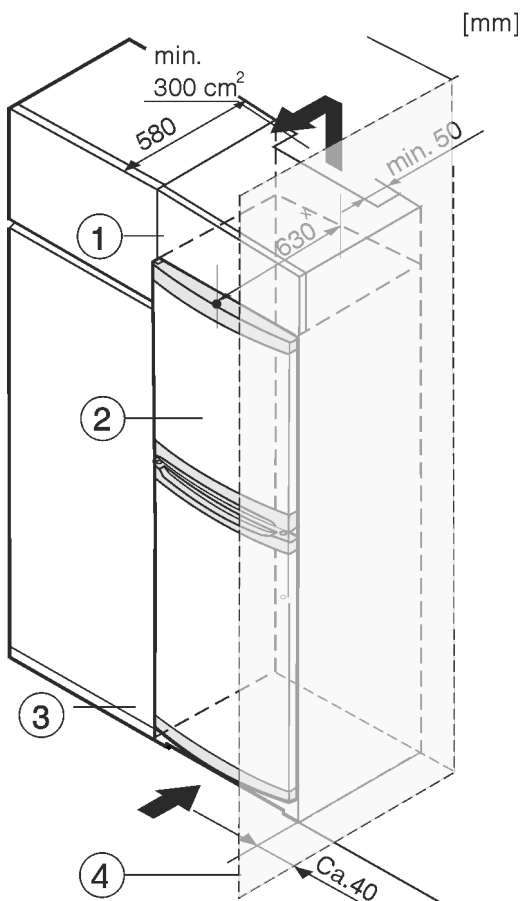

Fig. 8
- (1) Дополнительный шкафчик (3) Кухонный шкаф
(2) Устройство (4) Стена
Устройство может быть окружено кухонными шкафами. Чтобы уравнивать устройство Fig. 8 (2) по высоте с кухонной стенкой, можно установить над устройством дополнительный шкафчик Fig. 8 (1).
При комбинировании с кухонными шкафами (глубина макс. 580 мм) устройство можно установить непосредственно рядом с кухонным шкафом Fig. 8 (3). Устройство выступает сбоку на 34 мм * и по центру на 50 мм * относительно передней стенки кухонного шкафа.
Если устройство установлено на шарнирах у стены Fig. 8 (4), то расстояние между устройством и стеной должно быть не менее 40 мм. Настолько выступает ручка при открытой дверце.